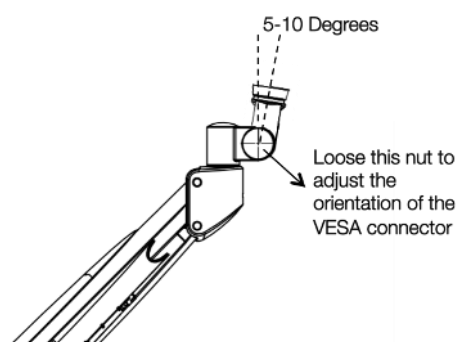

Figura 7 – Ajuste la orientación del conector VESA
2. **Ajuste la orientación del conector VESA** tal y como se muestra en la Figura 7. Para ello, afloje la tuerca con la herramienta suministrada con el dispositivo, cambie la orientación para que quede a entre 5 y 10 grados, tal y como se muestra en la Figura 7 y, a continuación, apriete la tuerca de nuevo.